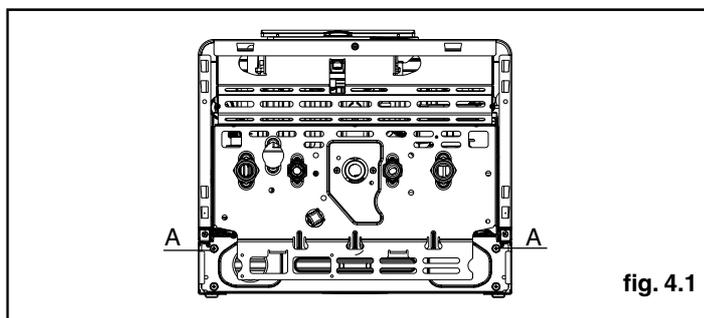

fig. 4.1
- rimuovere il mantello svitando le viti di fissaggio **A** (fig. 4.1)